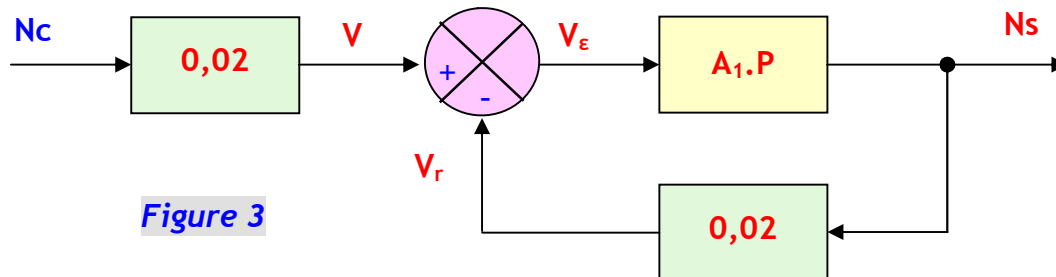

Figure 3
3. Répondre sur le document DREP 15 page xx - Figures 3 et 4 - ;